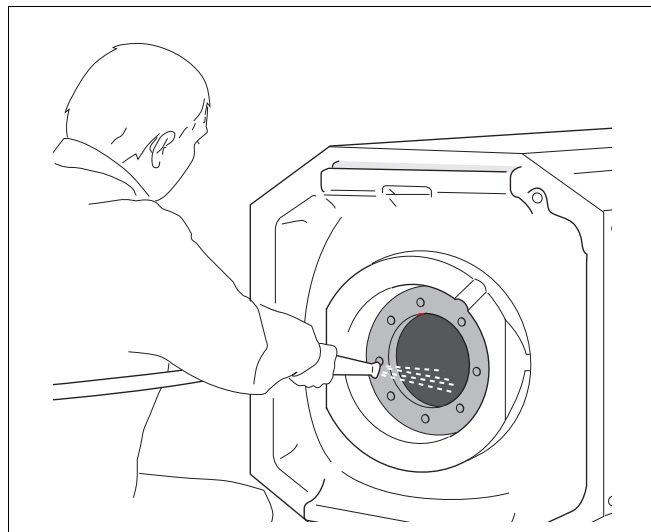

Рис. 16 Промывка бака-водонагревателя
- Промыть внутри бак "острой" струей холодной воды (с избыточным давлением около 4 – 5 бар) (рис. 16).